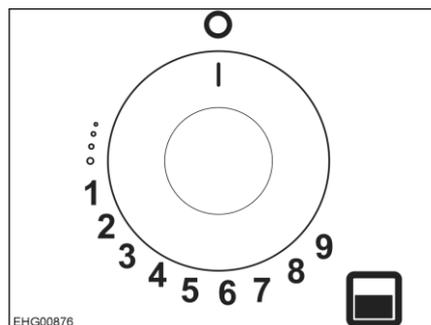

Fig. 130 Pomello girevole per forno a gas
- Premere il pomello girevole (Fig. 130) e ruotarlo in senso antiorario sul livello massimo (livello gas 9).